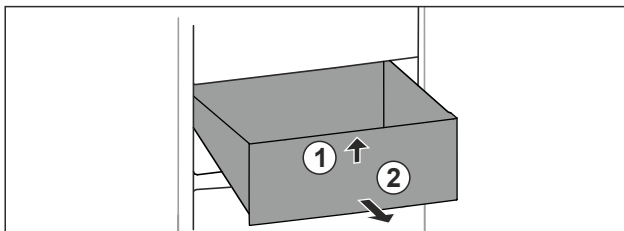

Fig. 86
- ▶ Nadvihnite zásuvku vpredu. Fig. 86 (1)
- ▶ Odoberte zásuvku dopredu. Fig. 86 (2)